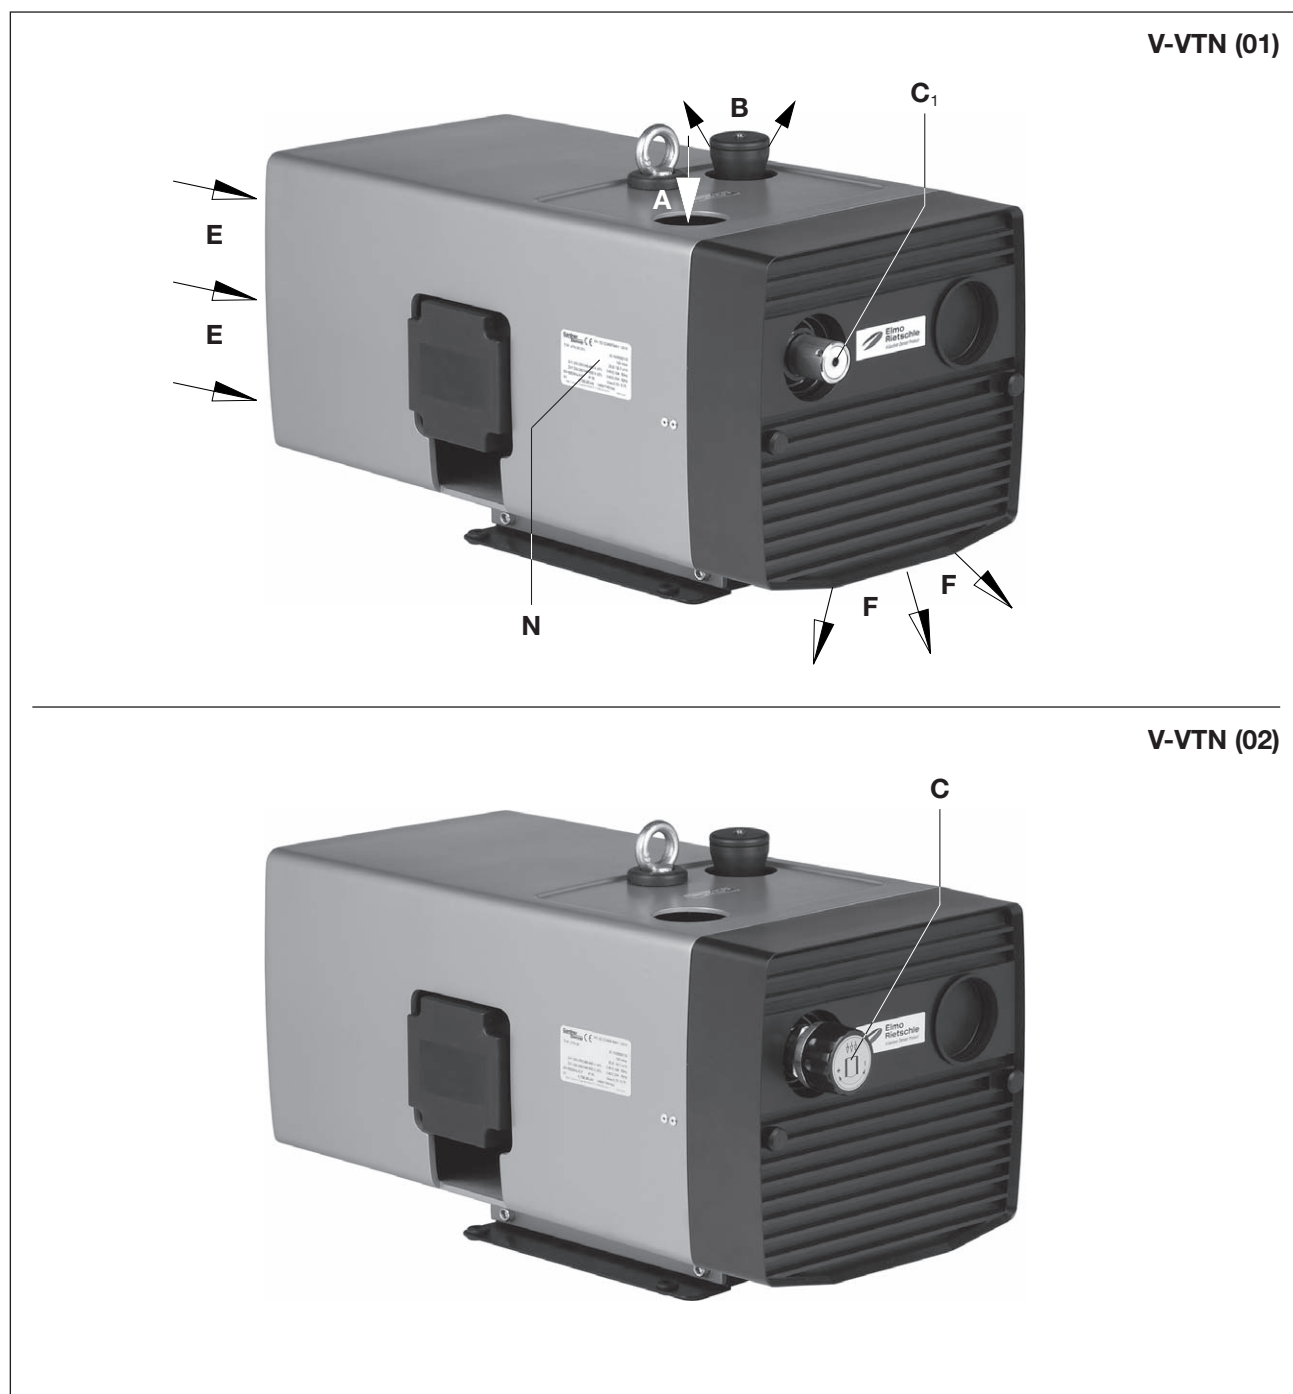
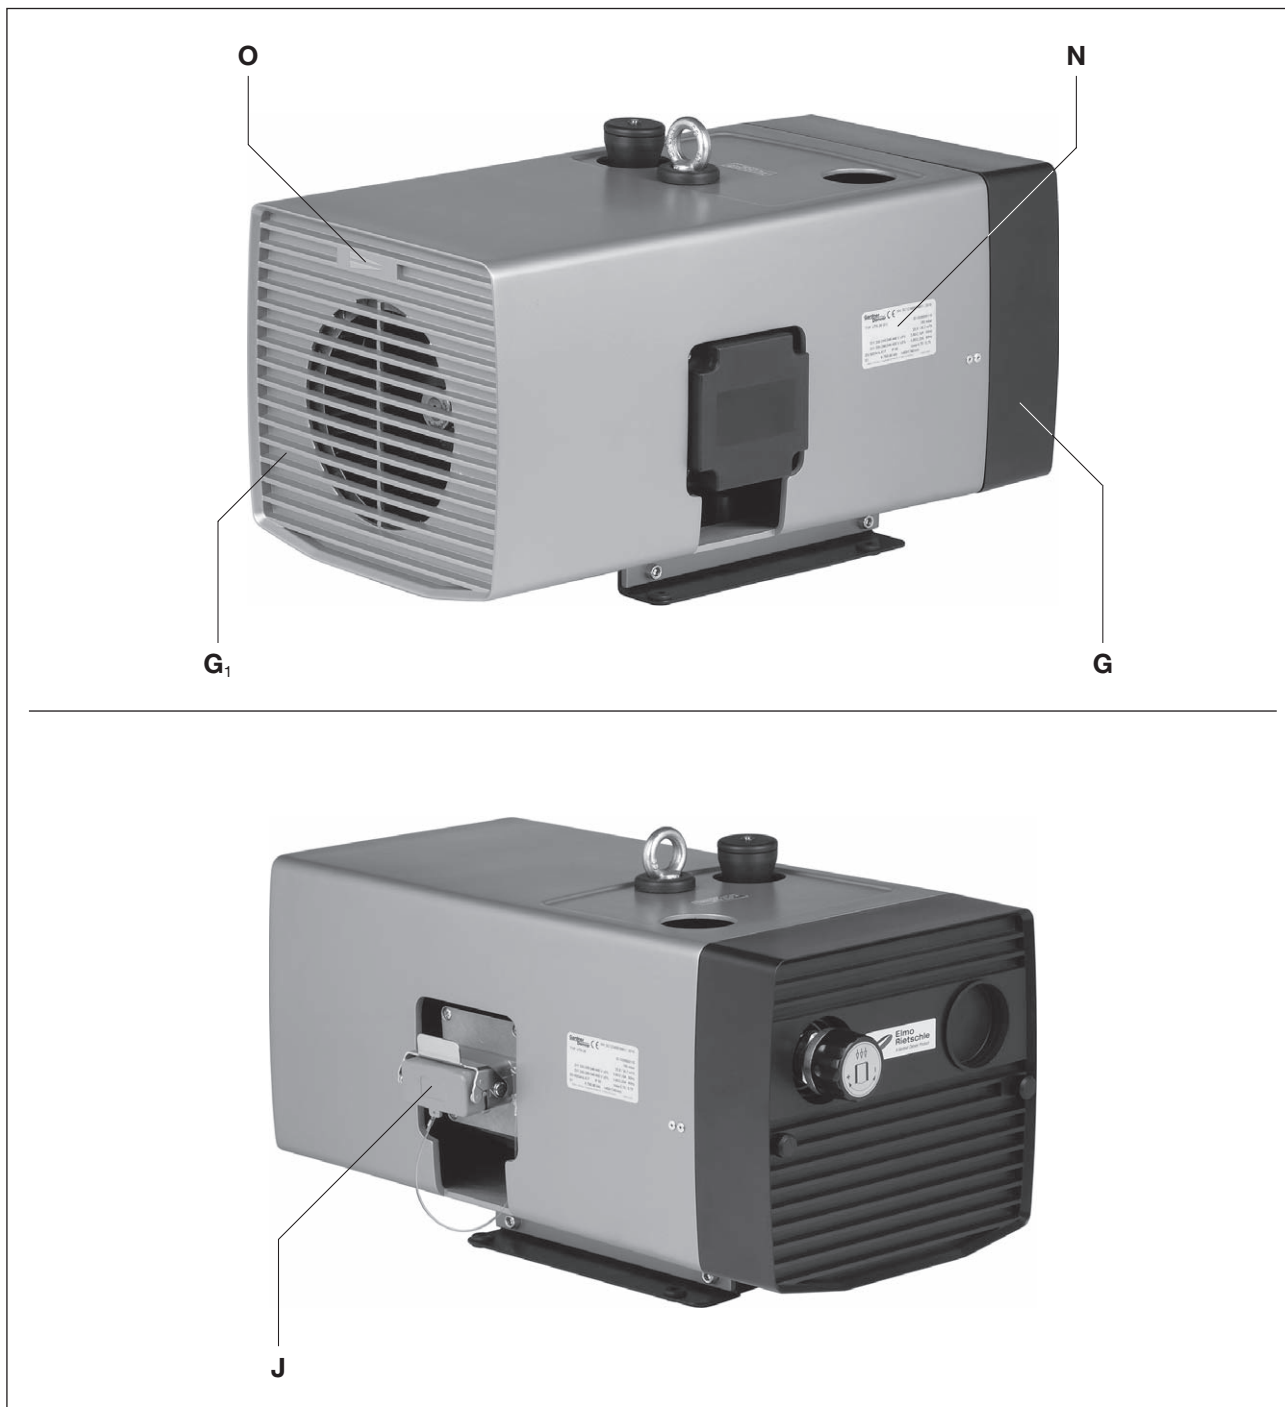

Abb. 2 Bomba de vacío V-VTN (01) / V-VTN (02)
Abb. 3 Bomba de vacío V-VTN
Las V-VTN (02) tienen una válvula reguladora de vacío (fig. 2/C) de serie que permite el ajuste del vacío a los valores deseados hasta un límite máximo.
Para el desmontaje de la rejilla de salida (fig. 3/G) y la rejilla de aspiración (fig. 3/G₁) se requiere un espacio de al menos 30 cm para los trabajos de mantenimiento. Además, asegurarse de que las entradas (fig. 2/E) y las salidas (fig. 2/F) de aire de refrigeración estén a una distancia mínima de 10 cm de la pared (el aire de refrigeración saliente no debe volver a aspirarse).
- a) Conexión de vacío (fig. 2/A).
El ajuste del vacío se puede realizar girando el botón regulador (fig. 2/C) conforme al símbolo indicado en el botón giratorio.
- a) Los datos eléctricos del motor figuran en la placa de características (fig. 2/N) o en la placa del motor. Los motores se corresponden con EN 60034 y son de índice de protección IP 55 y clase de aislamiento F. El esquema de conexión correspondiente se encuentra en la caja de bornes del motor (no aplicable en versiones con conector para clavijas). Comparar los datos del motor con los datos de la red eléctrica existente (tipo de corriente, tensión, frecuencia de la red, intensidad admisible).
- b) Conectar el motor a través del conector para clavijas (fig. 3/J) o el guardamotor (para la protección hay que proveer un guardamotor y para la protección antitirón del cable un prensaestopas).
- ▷ El sentido de giro previsto para el árbol de accionamiento está señalado mediante la flecha (fig. 3/O).